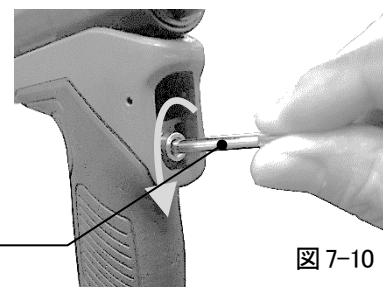

図 7-10
- 3) オプション品 トリガーバルブエクストラクターにてシュレイダーバルブを反時計方向に廻し、外してください。(図 7-10)